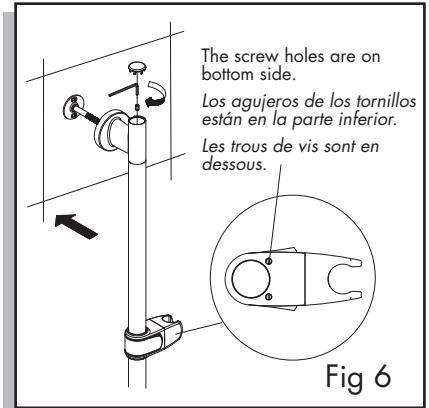

Fig 6
6. Place and hold the slide bar with slide body onto the post; it should "click" into place. Tighten the set screw with supplied hex wrench, then press the cap (Fig 6).
- NOTE:** When installed correctly, the slide body will have screw holes located on the bottom side. See Fig 6.
6. Ponga y sujeté la barra con la pieza deslizante en la sujeción; deberán encajar. Apriete el tornillo de presión con la llave hexagonal y presione el tapón (fig. 6).
6. Placer la barre avec le support coulissant sur la fixation et la pousser en place. Un clic devrait se faire entendre. Serrer la vis de pression avec la clé hexagonale fournie, puis poser le capuchon (fig. 6).
- REMARQUE:** Si l'installation a été bien faite, les trous de vis sont en dessous du support coulissant (voir la figure 6).